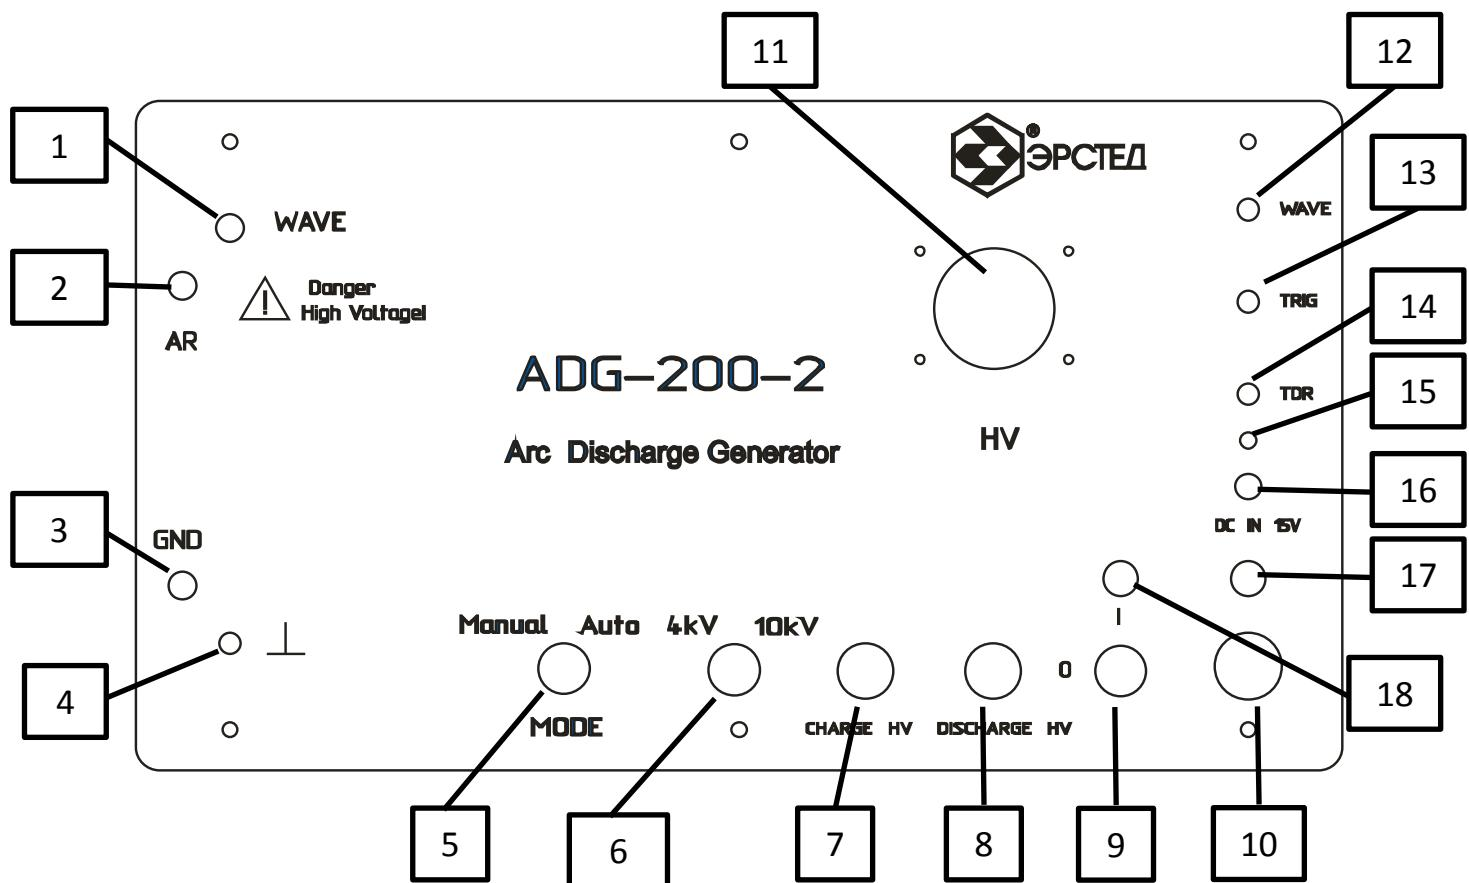

Рис. 1 Органы управления и индикации
Следующие органы управления и индикации представлены на Рис.1:
5.1.6. Вставить штекеры высоковольтных соединительных кабелей в гнезда, обозначенные на рис.1 номером **1 2 и 3**, в соответствии с **выбранным режимом работы (AR или WAVE)**. Используются комбинации гнезд 3-2 (для режима AR) и 3-1 для режима WAVE. При исследовании двух жил кабеля штекеры включаются произвольно, при исследовании пары «жила-броня» кабель, идущий к броне, следует подключить к гнезду 3 (**GND**), а второй кабель – ко второму выбранному гнезду (1 или 2).